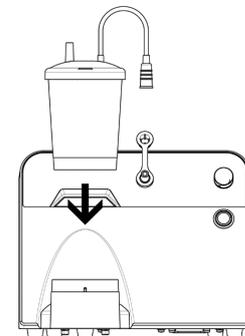

図1（吸引ボトル200mLの例）
3. 吸引ボトルを吸引ポンプ本体のボトル台に装着する(図1)。